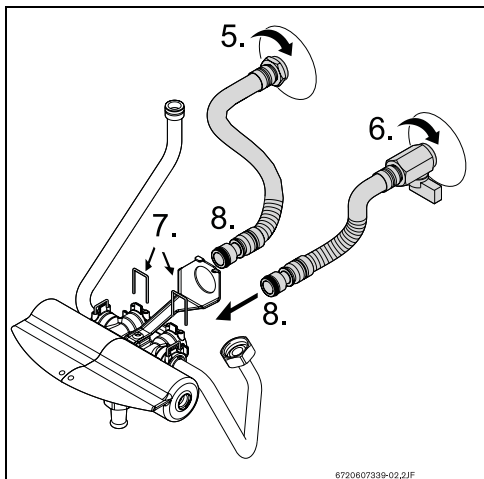

Fig. 2
- Établir les raccords muraux d'eau chaude (→Fig. 2, pos. 5) et d'eau froide (→Fig. 2, pos. 6).
- Effectuer les raccordements entre le mur et le mélangeur (→Fig. 2, pos. 7 et 8).